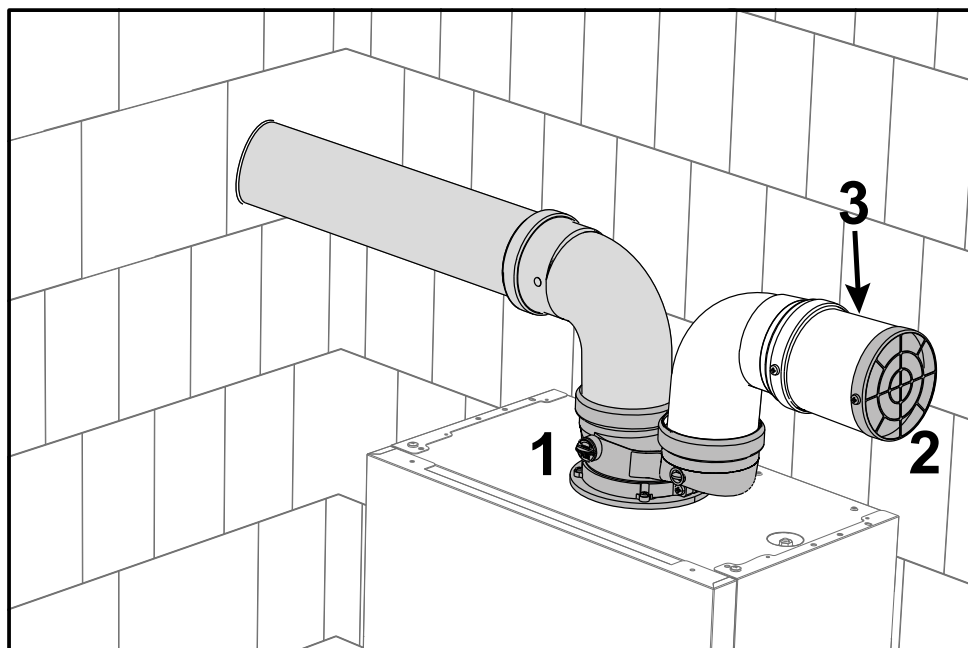

fig. 47 - Beschermrooster
Installeer het startaccessoire (ref. 1fig. 47 - code **COD_ACC**). In de aanzuigleiding moet het beschermrooster zijn gemonteerd (ref. 2 - fig. 47 - code **COD_GRI**). Plaats indien nodig een adapter (3) tussen het rooster en het accessoire.